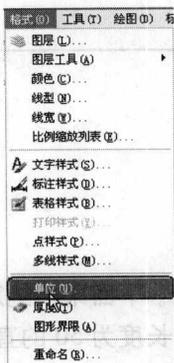

图 1-2 选择【单位】命令
(2) 单击【格式】菜单栏中的【单位】命令, 如图 1-2 所示。打开“图形单位”对话框